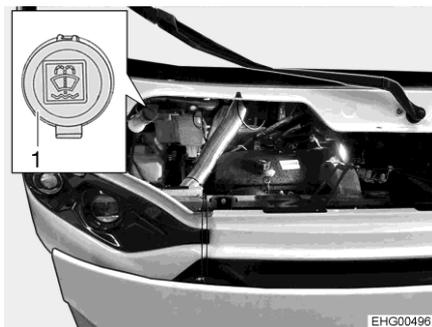

Fig. 8 Bocchettone di riempimento (acqua per i tergicristalli)
- Aprire il coperchio (Fig. 8,1) sul bocchettone di riempimento del contenitore dell'acqua di lavaggio.